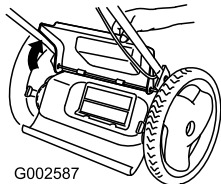

Figura 19
1. Levante y sujete la puerta trasera (Figura 19).